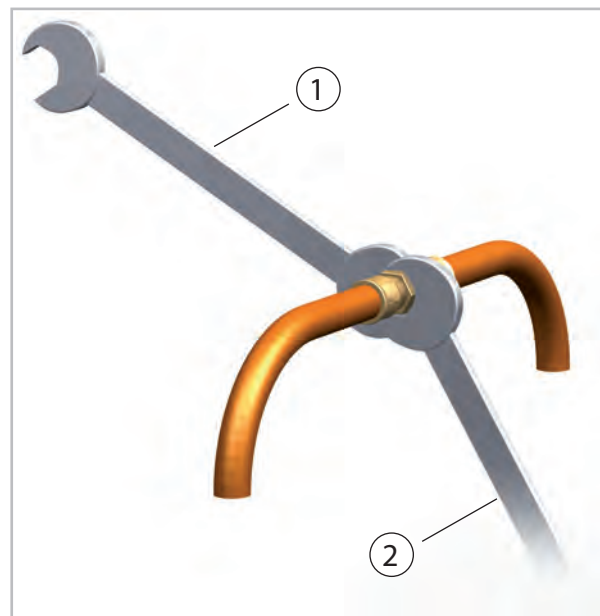

Abb. 39: Verschraubungen anziehen
11. Befestigen Sie nun endgültig die Verschraubungen mit 2 Maulschlüsseln geeigneter Schlüsselweite. Halten Sie während des Schraubens auf jeden Fall mit einem Maulschlüssel gegen (Abb. 39).